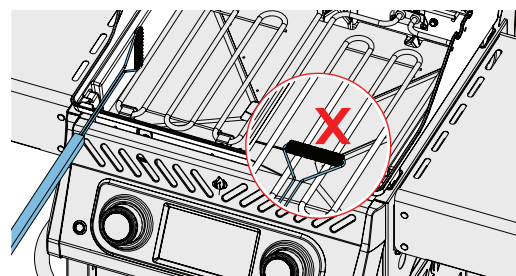

Fig. 7
2. Utilizzare una spazzola in filo di ottone morbido per pulire i detriti sciolti. Spazzolare tutti i detriti dall'interno dell'apparecchio nella vaschetta di raccolta rimovibile. NON utilizzare la spazzola sui bruciatori elettrici. (Fig. 7)